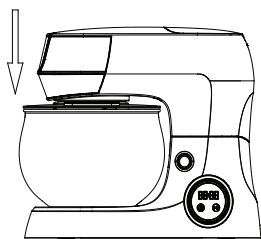

Рисунок 6
10. Опустите поворотный кронштейн (13) так, чтобы он зафиксировался на месте со щелчком (см. рис. 6). Крышка (22) должна плотно прилегать к смесительной чаше (26), в противном случае она будет установлена неправильно. Теперь прибор готов к использованию.